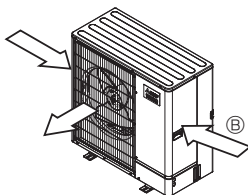

Fig. 2-4
- ③ Bringen Sie die Anlage so an, dass die Abluft aus der Luftaustrittsöffnung im rechten Winkel zu derjenigen Richtung geführt wird, aus der saisonal bedingt starker Wind bläst. (Fig. 2-4)